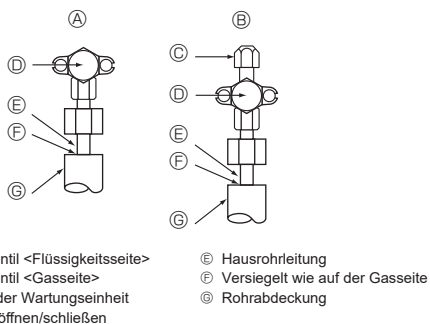

Fig. 5-4
5.4. Verfahren zum Prüfen der Rohre auf Dichtigkeit (Fig. 5-4)
- Vergewissern Sie sich, dass die Sperrventile ① ② geschlossen sind und öffnen Sie sie nicht.
- Bauen Sie über den Wartungsanschluss ③ des Gassperrventils ② Druck in den Kältemittelleitungen auf.
- Wenn der Druck in den Schritten (2) oder (3) abfällt, entweicht Gas. Suchen Sie nach der Gasaustrittsstelle.